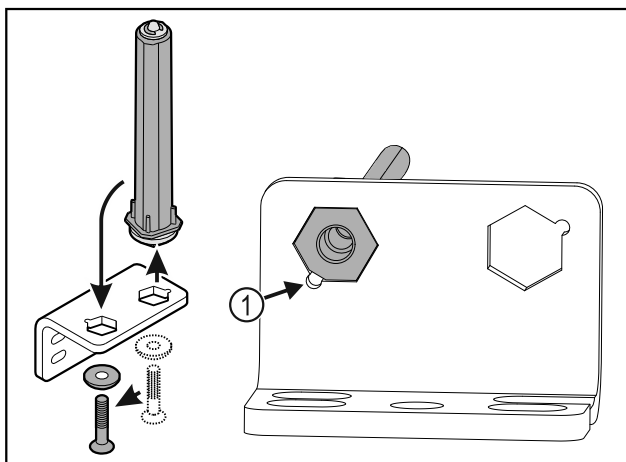

Fig. 39
- ▶ Aveți în vedere ca la introducere, țesitura bolțului Fig. 39 (1) să fie orientată spre orificiul rotund.